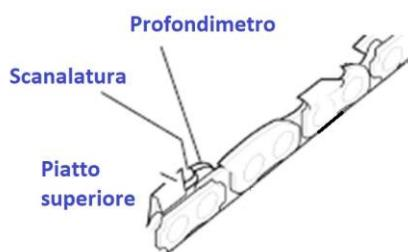

Fig. 13a
- Appoggiare una lima rotonda da $5/32''$ (attaccata a una guida per lima) tra la piastra superiore e il misuratore di profondità, quindi affilare le lame come illustrato nelle Fig. 13a e 13b.